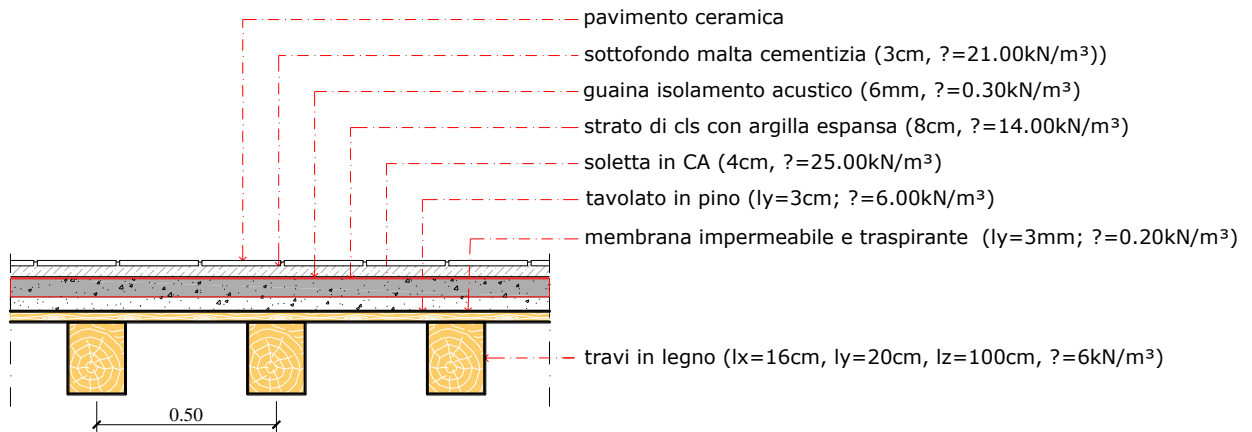

Figura 1
- Determinare i carichi permanenti (propri e portati) del solaio in figura 1;